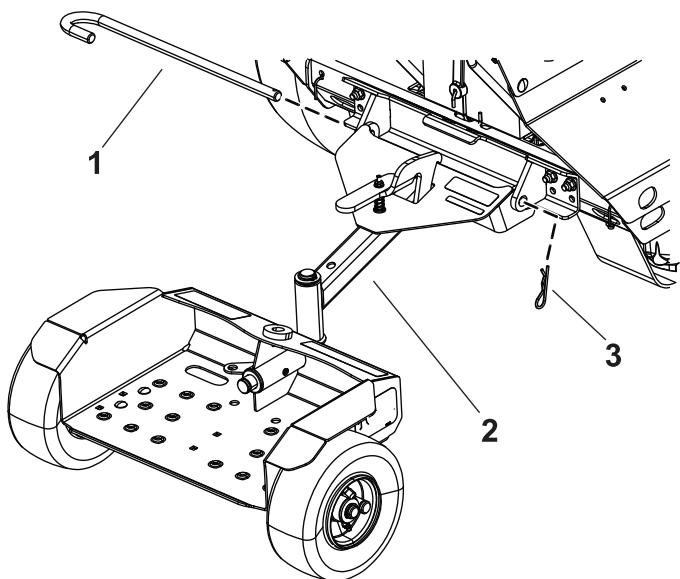

Рисунок 3
- Подсоедините прицепную раму на колесном ходу к кронштейну, используя ось поворота и игольчатый шплинт (Рисунок 3).